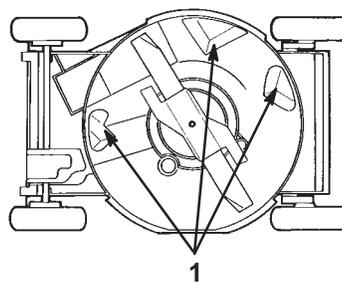

Abbildung 18
Für optimale Leistung die Unterseite des Rasenmähergehäuses sauber halten. Besonders darauf achten, daß die Prallbleche frei von Fremdkörpern sind (Abb. 18).
3. Den Rasenmäher auf die linke Seite kippen (Abb. 18).